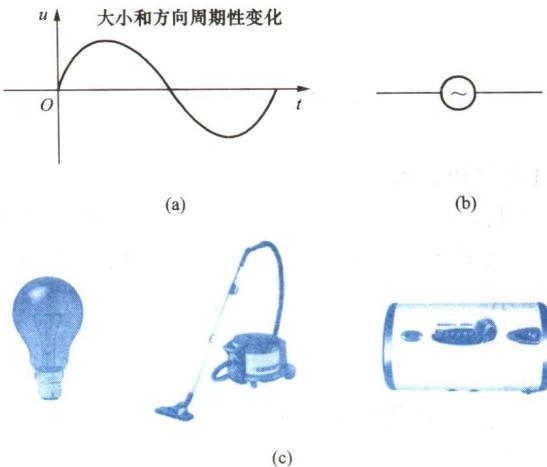

图 1-2 交流电波形图、电路图形符号及用电产品
2) 交流电是指方向和大小随时间不断改变的电流，如图 1-2 所示。常见的电灯、电冰箱、洗衣机、微波炉等用的电都